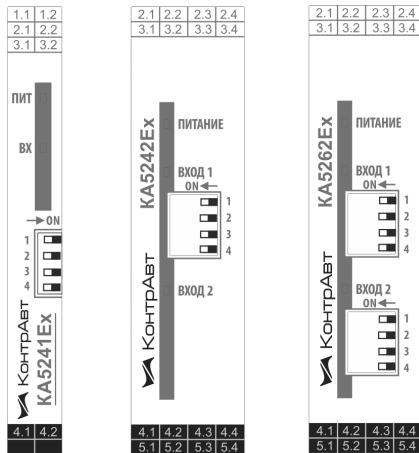

Рисунок 5.1 – Передние панели барьеров
5.1.2 На передней панели барьера размещен индикатор питания «ПИТ» («ПИТАНИЕ»), индикаторы состояния входа «Вх» («Вход») и переключатели режима работы (рисунок 5.1).
Переключатели режима работы размещены на передней панели барьера (см. рисунок 5.1).